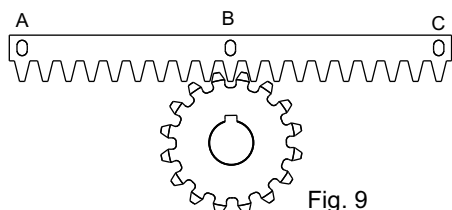
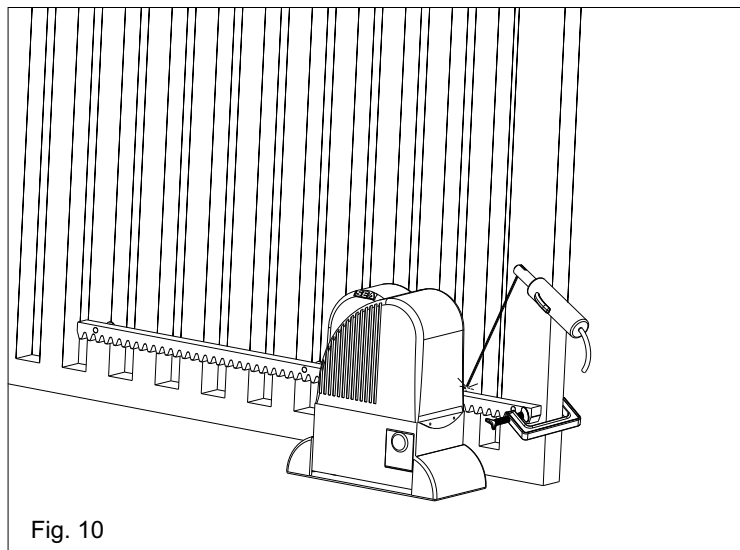

Fig. 9
Fig. 10
6.3. appoggiare l'elemento di cremagliera al pignone dentato del motoriduttore in modo che risulti parallela alla guida a pavimento del cancello e posizionandolo come in Fig. 9 e puntare con elettrosaldatura il nottolino centrale B alla struttura del cancello (Fig. 10). Spostare manualmente il cancello fino a portare il nottolino C in corrispondenza del pignone, quindi puntare con elettrosaldatura. Effettuare la stessa operazione per il nottolino A dopo averlo portato in corrispondenza del pignone;